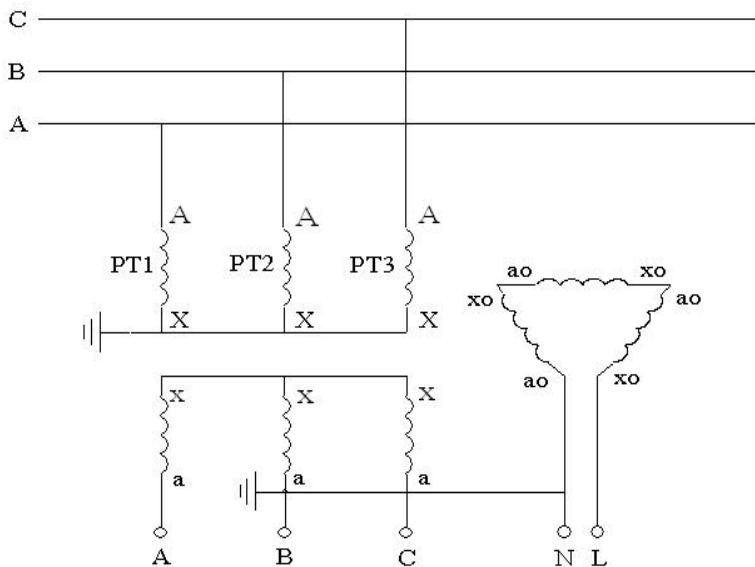

图 6 3PT 连接方式，B 相接地
这种连接方式分“N 接地”、“B 相接地”两种，分别如图 5 和图 6 所示。
- (4) 如果 PT 二次侧并列运行（很少见），则将其改为单独运行。
- (5) 确保将测试仪的电流输出端正确接到图 6 的开口三角 N-L 上。一般在二次的端子编号为 N600 和 L630。为了确保连接正确，可以按下列方法进行检查：用万用表分别测量 PT 二次侧三相电压和开口三角电压；将三相电压中的最大值减去最小值得到的差和开口三角电压比较，如果两者差不多，就说明找到的开口三角端是正确的；如果两者差别很大，则说明没有正确找到开口三角端。例如，测量得到三相电压分别为 61V、60V、59.5V，则正确的开口三角电压应为 1.5V 左右，如果测量得到的开口三角电压仅为 0.2V，说明所找的开口三角端不正确或 PT 开口三角连线已经断开（在现场实测中发现有多个变电站的 PT 开口三角连线断开情况）。
- (6) 选择正确的 PT 变比，也就是选择正确的 PT 接线方式。电容电流测试仪是通过选择 PT 连接方式和设定系统额定高压来确定 PT 变比的，这样对于试验人员会更方便、快捷。PT 一般是采用 100/3V 的二次绕组连接成开口三角，但也有特殊的情况，有些变电站的 PT 采用 100V 二次绕组组成开口三角。为了确保选择变比的正确，可以通过测量组成开口三角的各绕组的电压来确定。
- (7) 完成以上操作后，就可以使用电容电流测试仪进行电容电流的准确测量。